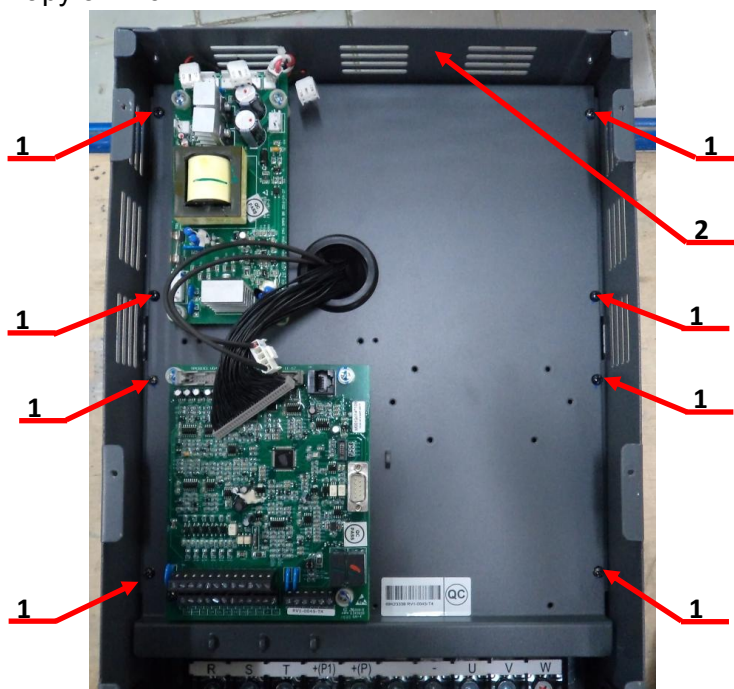

Рис.6.8
- 6.5.1. Открутить 8 винтов поз.1 крепления монтажной панели поз.2 (рисунок 6.8). Положить винты в тару 3.1.17.